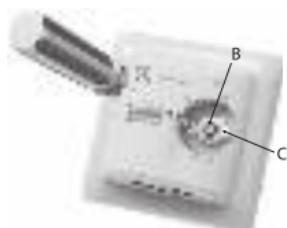

Рисунок 5. Установка максимальной и минимальной температуры
4. Поверните вал регулятора (B) (рис. 5), совместив его направление со значением температуры на панели терморегулятора, в соответствии с текущей температурой помещения.
5. Далее поставьте колесо регулятора температуры (2) так, чтобы штрих на колесе совпал с измеренной температурой помещения (рис. 5). Температура настроена. Во время настройки не вращайте вал (B).